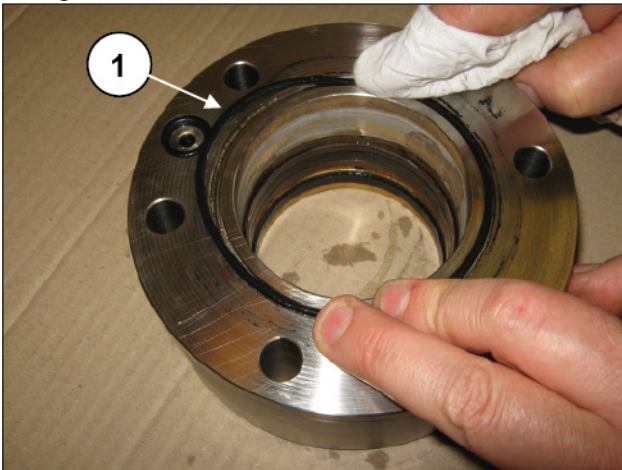
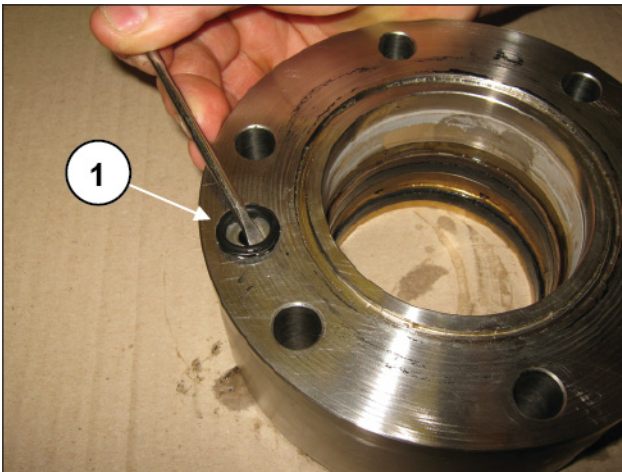

Abb. 210
Abb. 211
Entfernen Sie die Kolbenbuchse und die darauf befindlichen O-Ringe (Pos. ①, Abb. 210 und Abb. 211).